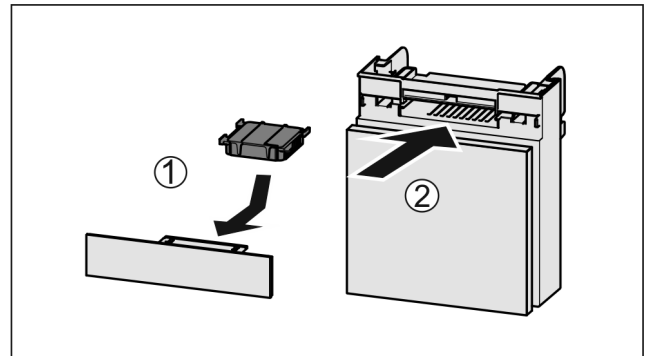

Fig. 169
- ▶ Introduzca el compartimiento Fig. 169 (2).